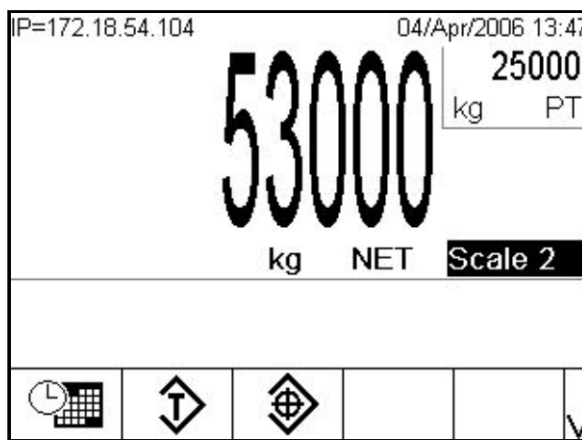

Figura C-13: Illustrazione Tara predeterminata
2. Premere il soffkey TABELLA TARE  per richiamare rapidamente l'ID del record immesso. Il valore tara memorizzato viene richiamato dalla tabella tare e viene utilizzato come valore tara preimpostato (PT). Quando viene richiamato, un valore memorizzato nella tabella tare viene automaticamente convertito nel caso in cui l'unità di misura visualizzata non corrisponda. Viene visualizzata la Tara, come mostrato nella Figura C-13.